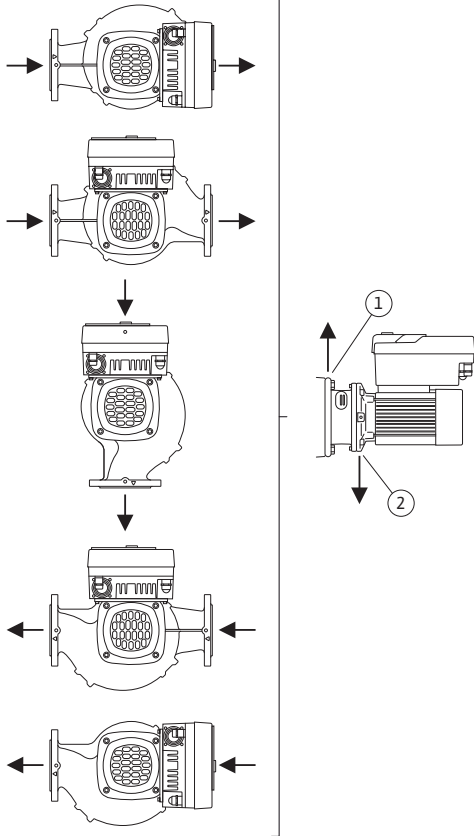

Fig. 16: Sallitut asennusasennot, vaakasuuntainen akseli
- Kun moottoriakseli on vaakasuuntainen, kondenssivesiaukon pitää olla alaspäin (Fig. 16, pos. 2). Tarpeen vaatiessa moottoria pitää kiertää.